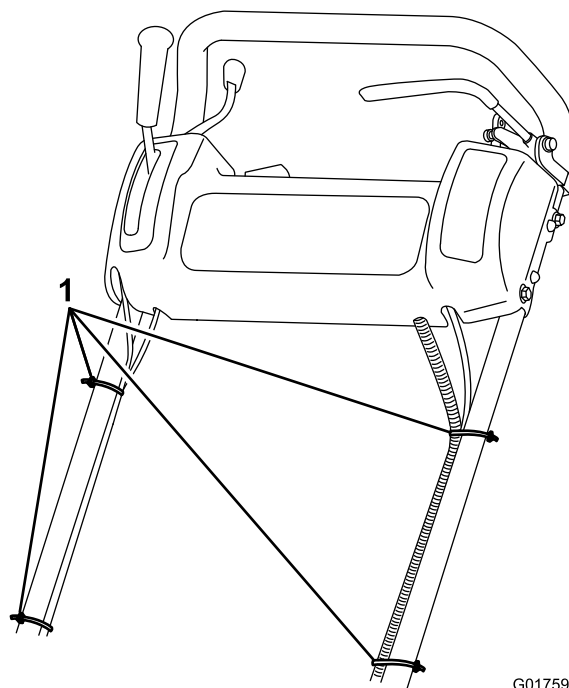

Figura 5
- Prenda os cabos e cablagem ao manípulo com as cintas de cabo (Figura 5).